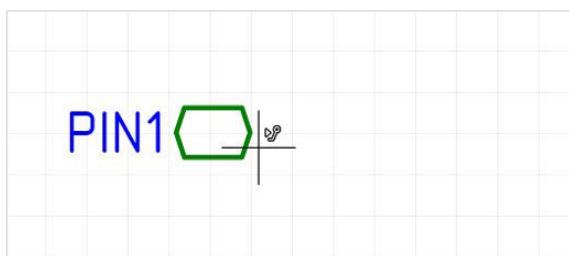

Рис. 271 Размещение блочного порта на схеме блока
- Нажмите кнопку «ОК», расположенную в нижней части окна, и выберите на схеме блока место, в котором следует разместить порт, см. Рис. 271. При перемещении курсора по схеме отображается возможный вид размещаемого порта.